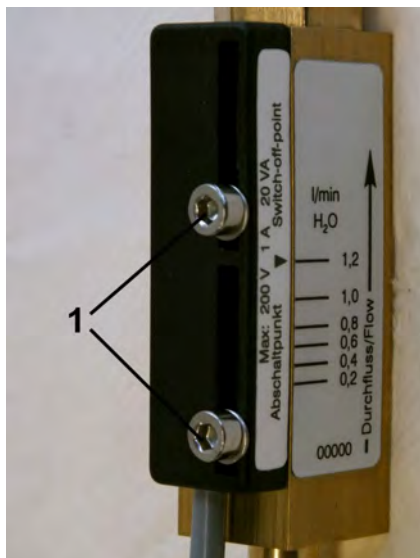

Abb. 18: Feststellschrauben lösen (Beispielskala)
1. ➤ Die Feststellschrauben des Schaltkontaktes (Abb. 18/1) mit einem Sechskant-Schraubendreher lösen.
3. ➤ Feststellschrauben des Schaltkontaktes (Abb. 18/1) mit einem Sechskant-Schraubendreher wieder anziehen. Dabei Schrauben-Anziehdrehmoment beachten.